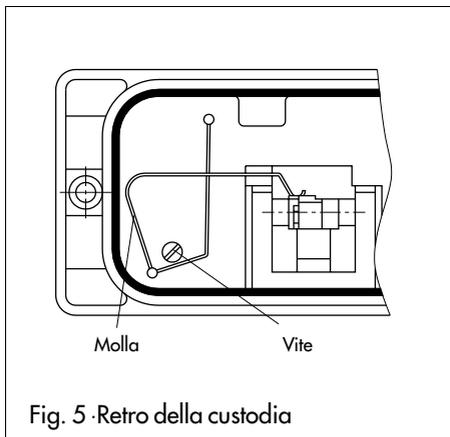

Fig. 5 -Retro della custodia
Per l'attuatore da 120 cm2 (tipo 3277-5) per il montaggio del posizionatore il foro della piastra intermedia deve essere coperto dal tubo flessibile di tenuta che si trova nel foro del castello dell'attuatore. Oltre a ciò bisogna togliere la vite di chiusura dal lato posteriore del posizionatore (Fig. 5) e l'uscita della pressione laterale "output" deve essere chiusa con il tappo che fa parte degli accessori.
**Importante:** Per assicurarsi che il rullino di tasteggio appoggi sulla camma, bisogna attaccare la molla cod. 1400-6660 secondo Fig. 5 sul lato posteriore della custodia del posizionario.